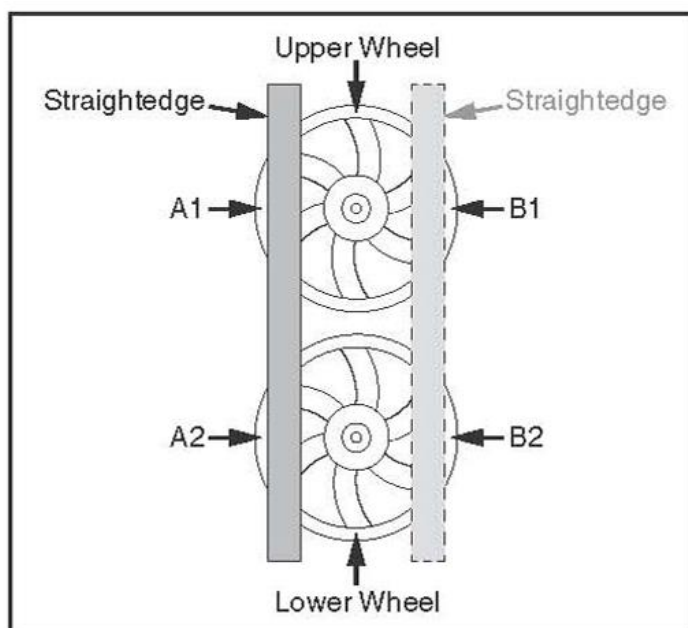

Рисунок 58. Пример использования линейки для проверки боковой центровки маховиков (колес).
3. Проверьте маховики (колеса) в точках А и В (см. рис. 58). Колеса должны выровняться.
4. Пометьте верхний и нижний маховики (колеса) карандашом или маркером, чтобы риметить места измерения (см. рис. 58).